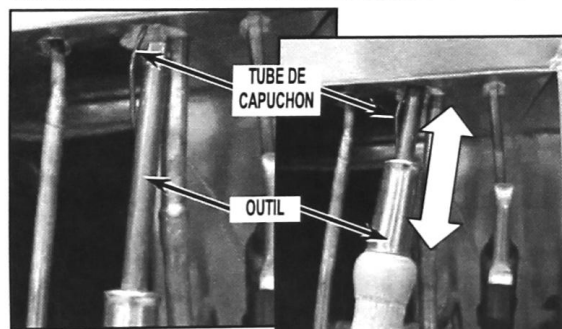

FIGURE 3
4. Insérer et retirer un outil à extrémité franche de 8" dans l'armoire à côté du tube de capuchon. Répéter ce processus pendant que vous enroulez l'outil autour du tube de capuchon. Voir Figure 3.